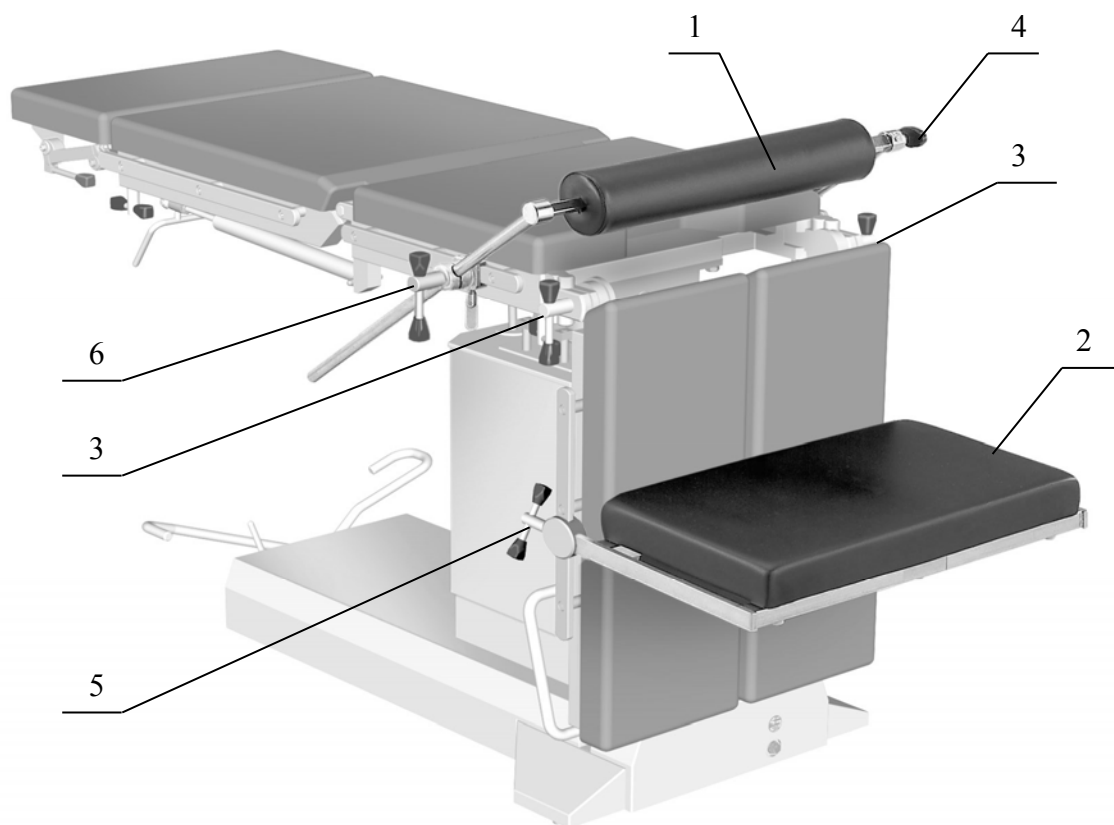

**Рисунок 1. Комплект КПП-13 для проктологии.**
9.3 Комплект приспособлений размещается на операционном столе, ножные секции которого опущены вниз (Рисунок 1).